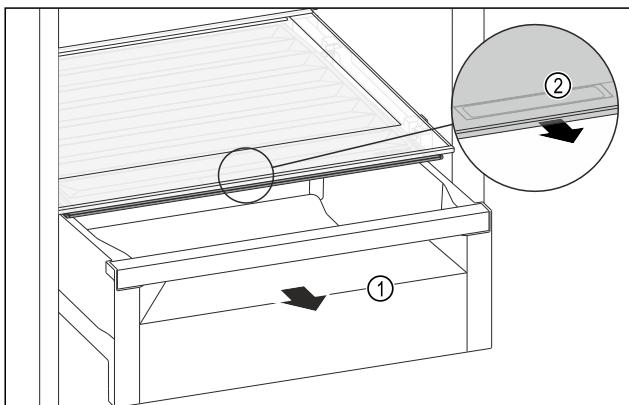

Fig. 110
- Изтеглете чекмеджето Fig. 110 (1).
- Хванете вдълбнатия захват Fig. 110 (2) на капака на отделението и едновременно с това издърпайте напред капака на отделението.